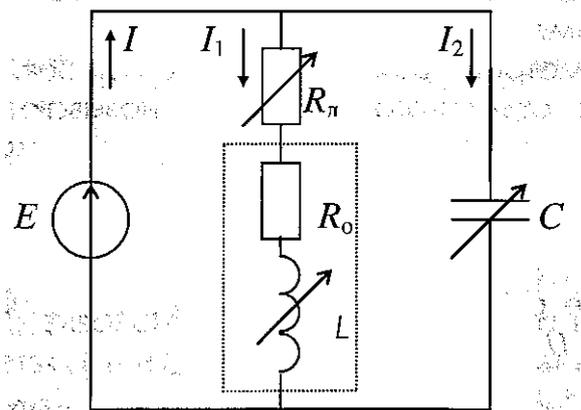

Рис. 8.1
- Эквивалентная схема исследуемой цепи (рис. 8.1). В схеме действует источник синусоидальной ЭДС с постоянной частотой $f = 50$ Гц.
Для схемы рис. 8.1 условие резонанса имеет вид:
Расчет токов в схеме рис. 8.1 целесообразно выполнить в комплексной